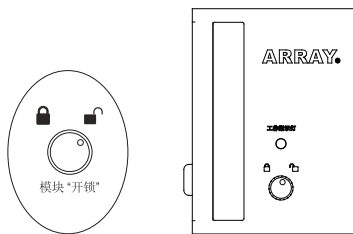
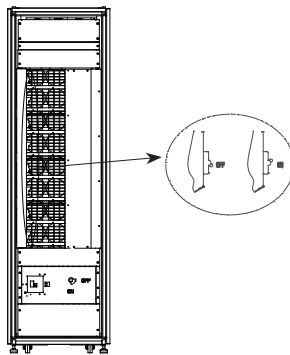

图 6-1
图 6-2
- 1) 将需要拆卸的 UPS 模块前面板的定位锁打到“”（图 6-1）；将模块后面的输入开关打到 OFF 位置；（图 6-2）。
- 4) 将模块后面的输入开关打到 ON 位置（图 6-2）。
1) 确认机柜后面对应位的模块市电输入开关处于“ON”状态 (图 6-2)